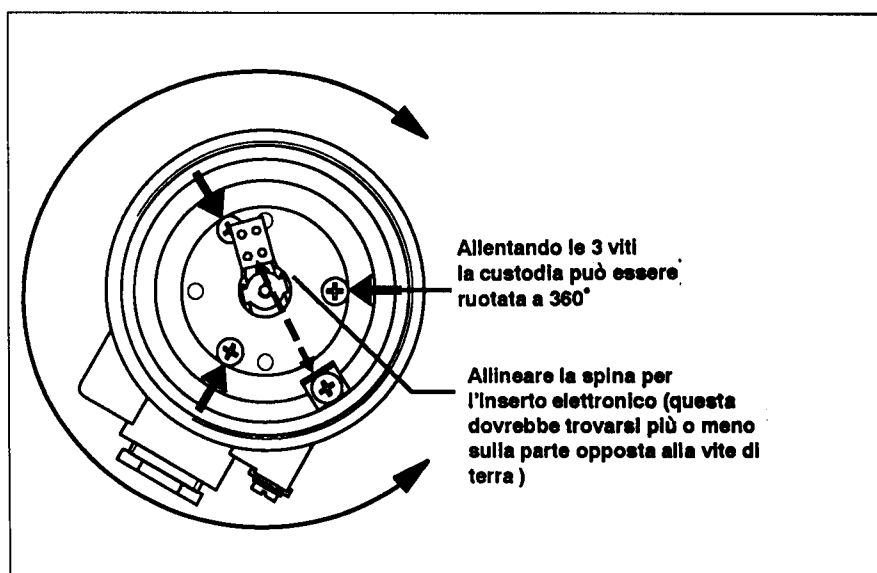

Fig. 11
- Allentare leggermente le tre viti nella custodia, vedi Fig. 11